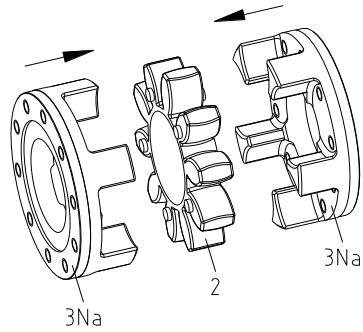

Bild 6
- Stecken Sie die Mitnehmerflansche (Bauteil 3Na) und den Zahnkranz (Bauteil 2) zusammen (siehe Bild 6).